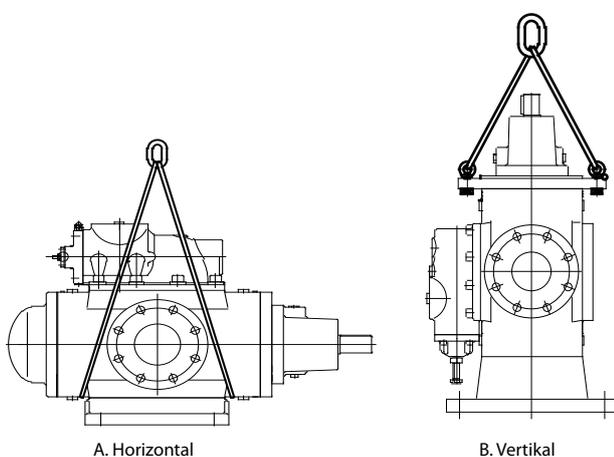

Abbildung 3.1 Anheben des Pumpenkopfs
2. Beim Anheben der Pumpe Hubhaken an den Auslassflanschen befestigen, wie in Abbildung 3.1 dargestellt.